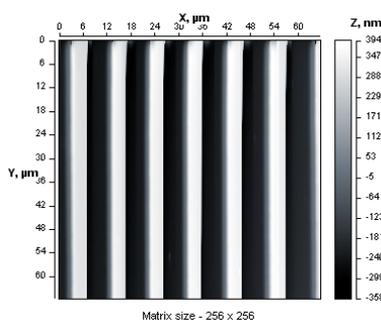
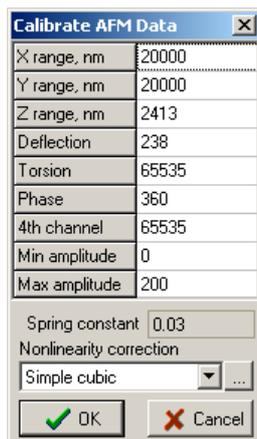

Рис. 6.2. АСМ-изображение тест-структуры.
Рис. 6.3. Панель установки основных параметров калибровки ACM NT-206.
Реальные размеры максимального поля сканирования прибора при данном пьезосканере определяются из анализа АСМ-изображений тест-структуры (Рис. 6.2). Найденные при этом параметры вводятся в полях *X range, nm*, *Y range, nm* и *Z range, nm* панели калибровки **Calibrate ACM Data** (Рис. 6.3).
1. предварительно установить в полях *X range, nm* и *Y range, nm* панели калибровки **Calibrate ACM Data** (Рис. 6.3) значение 65535 (число точек сканирования аппаратной матрицы при 16-разрядном ЦАП);
2. отключить опцию программной коррекции – установить значение None в селекторе Nonlinearity correction) панели калибровки **Calibrate ACM Data** (Рис. 6.3);
Внимание! Функция *Расчёт коэффициентов уравнения коррекции движения пьезосанера* программы SurfaceXplorer предназначена для автоматического расчета на основе анализа одного тестового изображения двух уравнений, которые затем применяются системой при противоположных направлениях сканирования. Рассчитанные данные, таким образом, могут быть использованы затем для простой кубической коррекции (опция Simple cubic correction в панели калибровки **Calibrate ACM Data** (Рис. 6.3) программы SurfaceScan. Если Вы планируете активировать опцию расширенной кубической коррекции (Advanced cubic correction), то используйте только те параметры, которые соответствуют действительному направлению сканирования при получении тестового изображения.